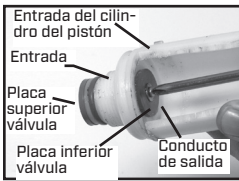

Figure 7
- 8) Retire la placa de válvula y los anillos "O" fuera del cilindro de pistón. Asegúrese que los anillos "O" estén bien colocados en las hendiduras expuestas, coloque la nueva placa de válvula y los dosanillos "O". Hay una segunda placa de válvula dentro del cilindro de pistón. Jale la clavija roja o naranja y retire la placa de válvula con un destornillador de punta en estrella (Phillips) #2. Coloque una nueva placa de válvula y vuelva a colocar en su sitio la clavija, de manera firme, con un destornillador de punta en estrella Phillips #2. (Fig. 7).